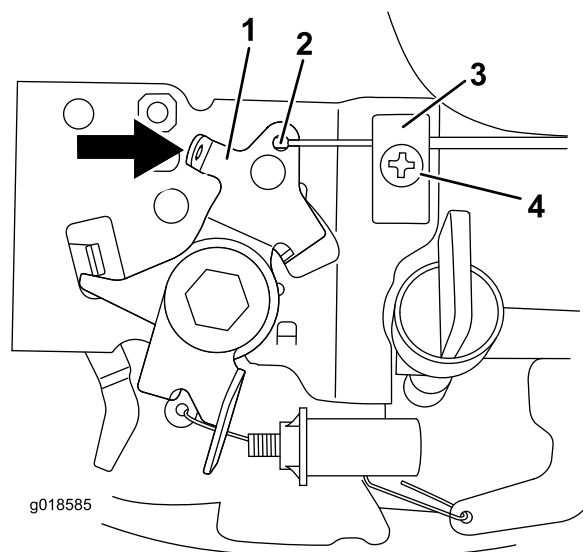

Bild 4
8. Schieben Sie Hebel in die ganz arretierte Stellung (Bild 4).
9. Haken Sie das Ende in den Griff, ziehen Sie den Gaszug straff und die Schraube an (Bild 4).